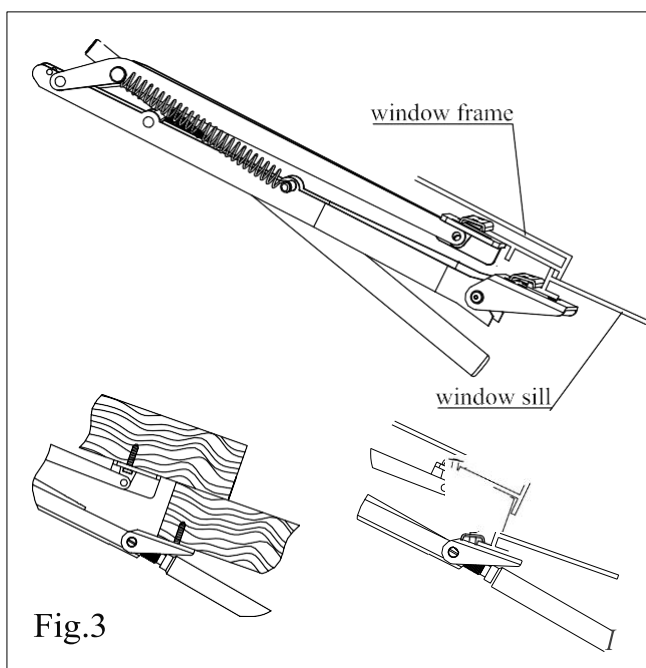
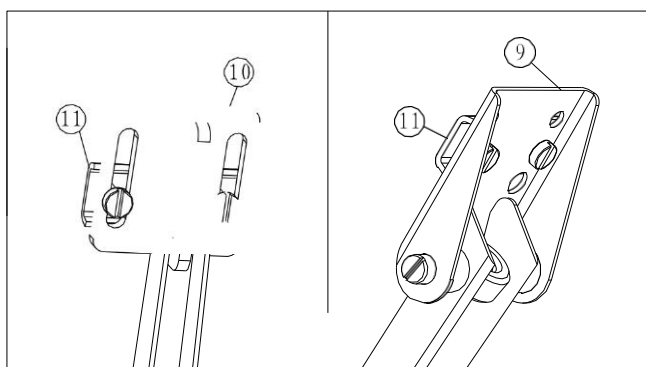

Fig.3
Рис. 2
2. Не затягивая, установите зажим (11) на кронштейн окна (10) с помощью двух прилагаемых винтов. См. рис. 2. На деревянных теплицах кронштейны можно прикрутить непосредственно к деревянной конструкции. См. рис. 3.
3. Выберите наиболее подходящую пару отверстий и, не затягивая, установите другой зажим на кронштейн рамы (9). Убедитесь, что верхний край кронштейна рамы находится как можно ближе к краю оконной рамы. См. примеры на рис.3.
2. Loosely fit a clamp (11) to the window bracket (10) using two of the screws supplied. See fig.2. On wooden greenhouses the brackets can be screwed directly on to the woodwork. See fig.3.
3. Choose the most suitable pair of holes and loosely fit the other clamp to the frame bracket (9). Ensure that the upper edge of the frame bracket is as close to the edge of the window frame as possible. See examples in fig.3.